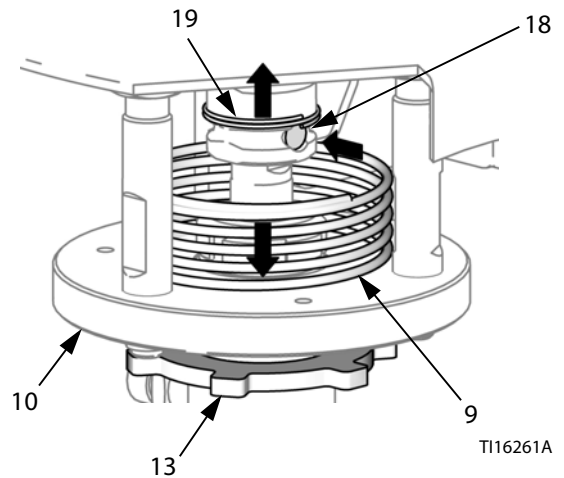

Рис. 6. Защитная пружина и соединительный штифт
4. См. Рис. 6. Надавите на предохранительную пружину (9) и удерживайте ее в таком положении, чтобы получить доступ к соединительному штифту (18). Отожмите фиксирующую пружину (19) и вытолкните штифт с помощью отвертки или зубила.
5. Ослабьте стопорную гайку (13).